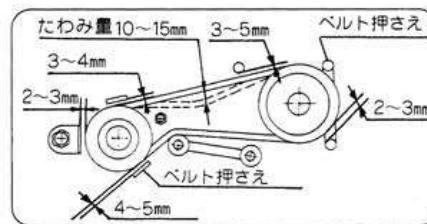

図39
- ③ ベルトの中央を指で軽く押さえて、ベルトのたわみ量が10~15mmになるようにし、またベルト押さえとベルトの間隔が2~5mm内外になるようにレバーのワイヤ調整とベルト押さえ取付ボルトをゆるめて、調節してください。(図39)